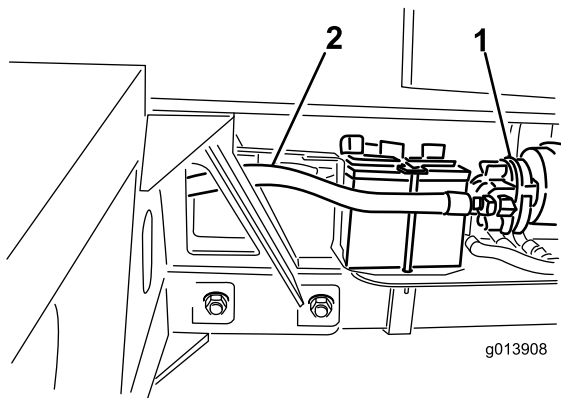

図 12
37. 油圧ホース #4 を油圧ポンプの吸い込み側に接続する (図 12)。